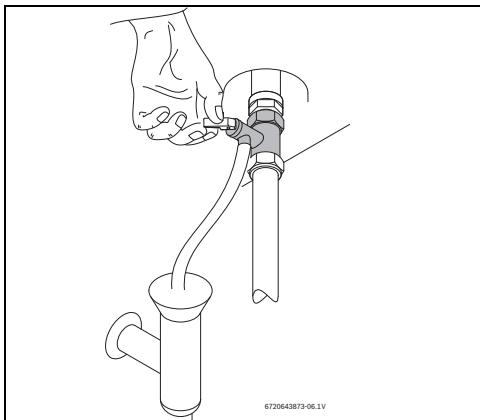

Fig. 12 Aprire manualmente la valvola limitatrice di pressione
- Aprire la valvola limitatrice di pressione (fig. 12).
- Aprire manualmente la valvola by-pass almeno una volta al mese (fig. 12).